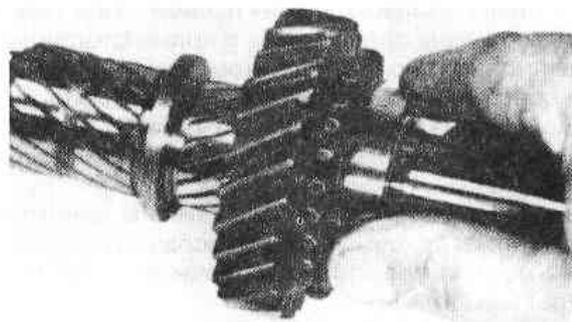

Рис.6.15. Установка шестерни второй передачи (коробка передач С) (Разд.6)
19. *Коробка передач типа С.* Наденьте шестерню 2-ой передачи фаской назад (Рис.6.15). Наденьте блокирующее кольцо синхронизатора 2 передачи на ведомый вал и установите синхронизатор в сборе канавкой для вилки селектора назад. Закрепите стопорным кольцом.